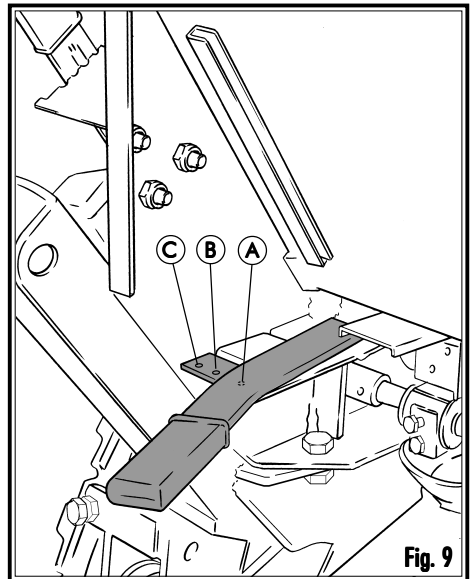

Fig. 9
A. derecha, paso ancho para trigo, cebada, etc. (fig. 9)
B. centro, paso medio para girasol, guisantes, etc. (fig. 9)
C. izquierda, paso estrecho para alfalfa, colza, etc. (fig. 9)